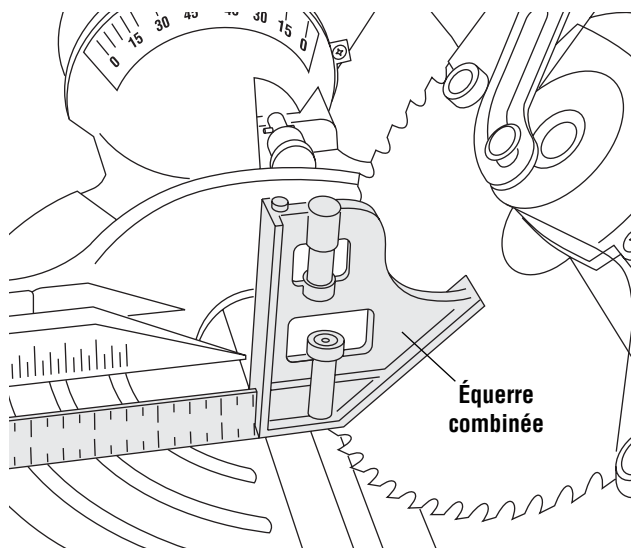

Figure 1. Contrôle de la butée d'inclinaison à 45° à droite
6. À l'aide d'une équerre combinée, contrôlez la position de la lame en butée à 45°. Mettez la tête de l'équerre combinée sur la table et appuyez sa surface à 45° contre la lame. Si la lame ne touche pas l'équerre sur toute sa longueur, (Figure 1), suivez la méthode de réglage.
3. Placez l'équerre combinée de manière à appuyer sa surface à 45° contre la lame (Figure 1).